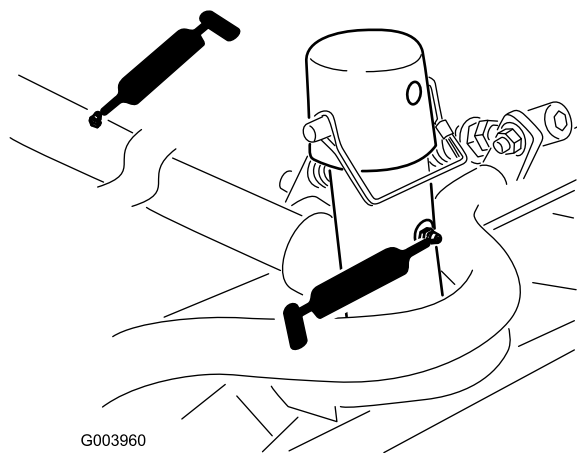

図 63
- カッティングユニットのキャリアフレームとピボット各 (図 63)